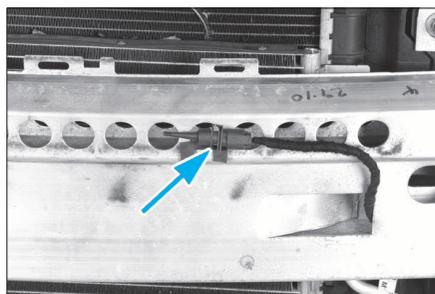

FIG. 4
- la sonde de température (Fig.4).